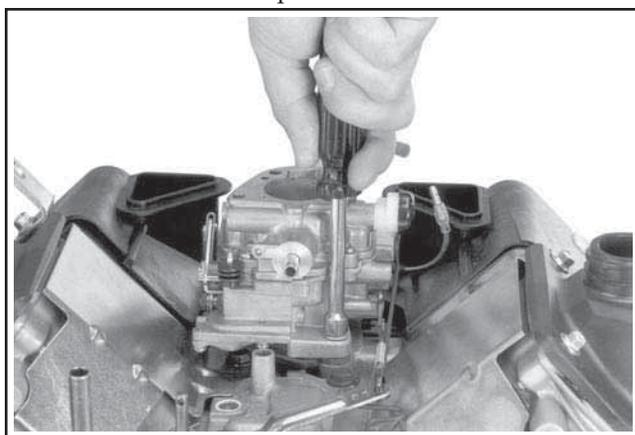

Figure 9-27. Enlèvement des vis de fixation du carburateur.
2. **Seulement pour modèles avec carburateur monocylindre :** Enlever les deux vis de fixation du carburateur. Voir la Figure 9-27.